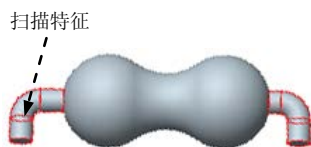
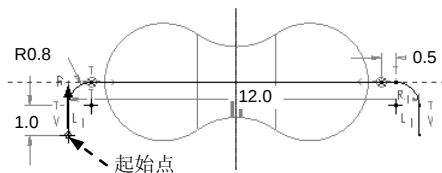
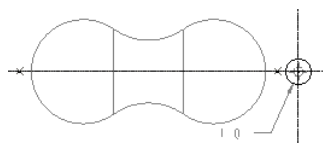

图 5.39.4 扫描特征
图 5.39.5 轨迹草图
图 5.39.6 截面草图
Step3. 创建图 5.39.4 所示的扫描特征。轨迹草图如图 5.39.5 所示, 截面草图如图 5.39.6 所示。